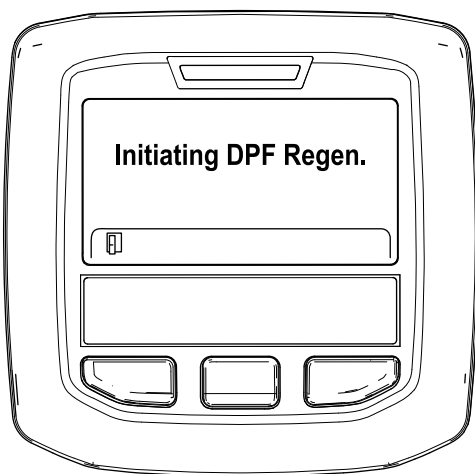

Figura 35
- A. Se muestra el mensaje "Initiating DPF Regen." (Iniciando regeneración de DPF) (Figura 35).